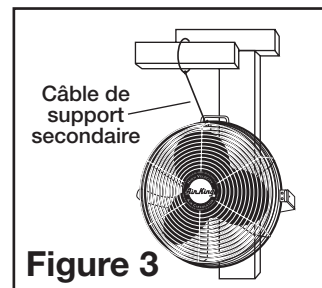

Figure 3
- Enroulez l'autre extrémité du câble autour d'une solive, d'une ferme de toit ou autre support solide près du ventilateur (Figure 3). Serrez soigneusement tout excès lâche de câble.